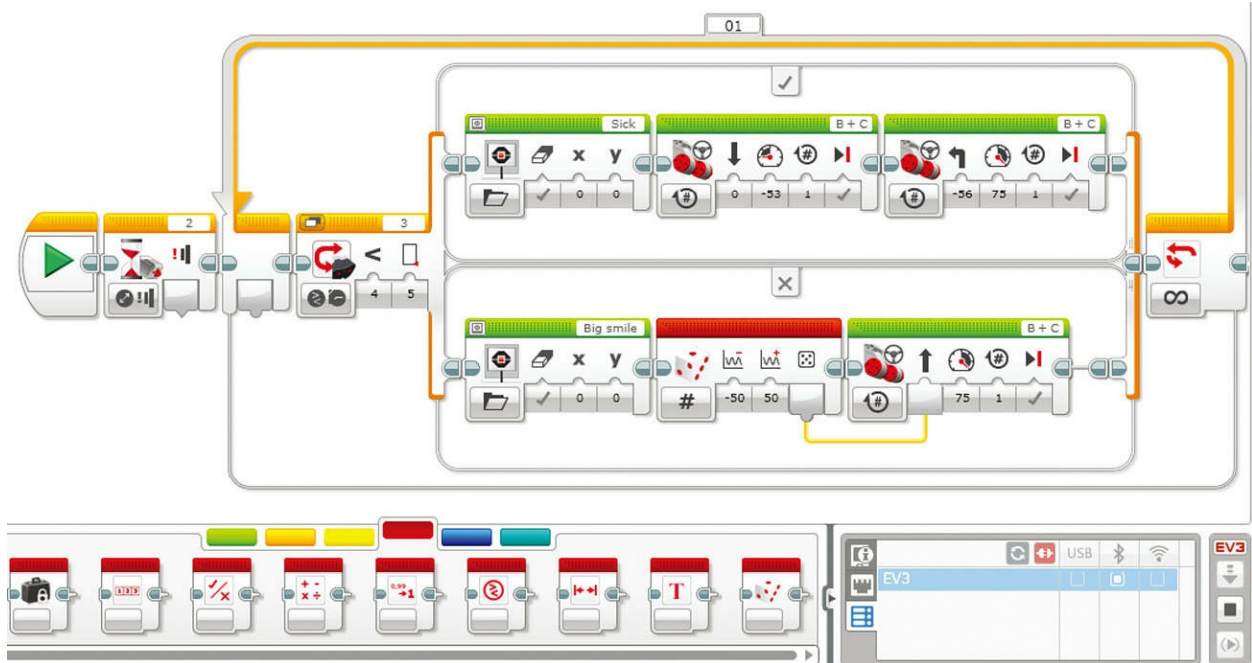

图9.10 随机模块看起来像一个六面骰子
1. 增加一个随机模块到切换模块的值为“假”的一端，如图9.10所示。